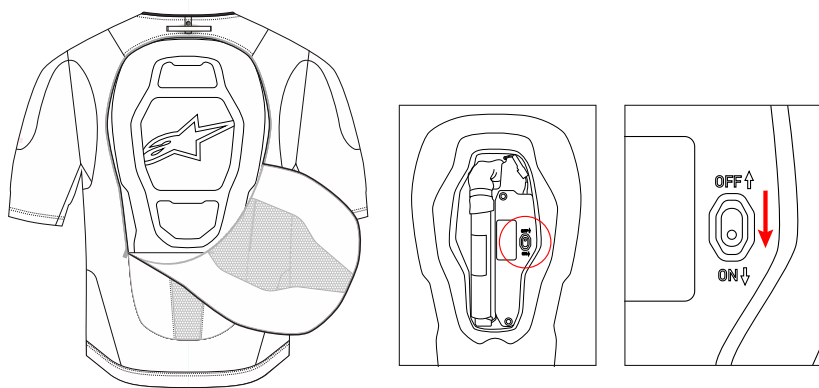

图 3：安全气囊控制单元和航运模式开关
打开系统背面的拉链，即可接触到背部保护装置 (4)。打开后，用户可以通过抬起并拆下魔术贴封口来打开后盖，轻松接触安全气囊控制单元组件。取下后盖后，用户可将航运模式开关 (5) 切换到关闭 (OFF) 位置，如图 3 所示，将系统置于航运模式。